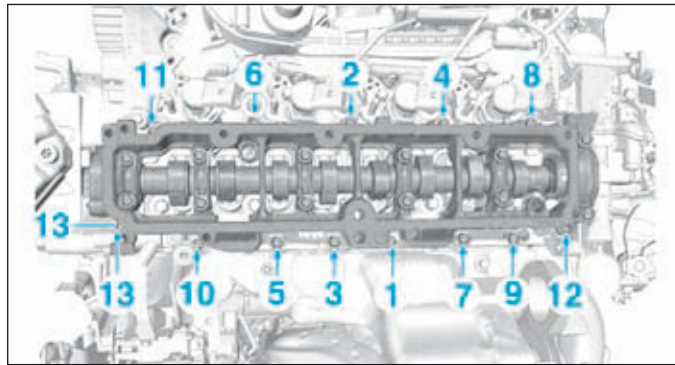

FIG.86
- Serrer les vis (13) dans l'ordre et au couple préconisé (Fig.86).